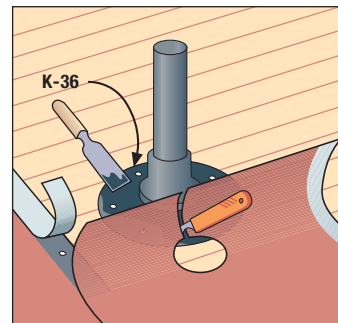

Bild 15
9. För rör m.m. som förts genom taket används elastiska spänning försedda genomgångsbälgar av gummi (**bild 15**), med minst 15 cm breda flänsar. Montera bälgan på plats och spika fast den i flänsen. Skär av TopTite så att dess övre ända når 10-15 cm ovanför genomskärningen, gör ett snitt i TopTites ända och skär ett hål av bälgens storlek. Limma fast vådens ända på flänsen helt och hållet med Tätklister.